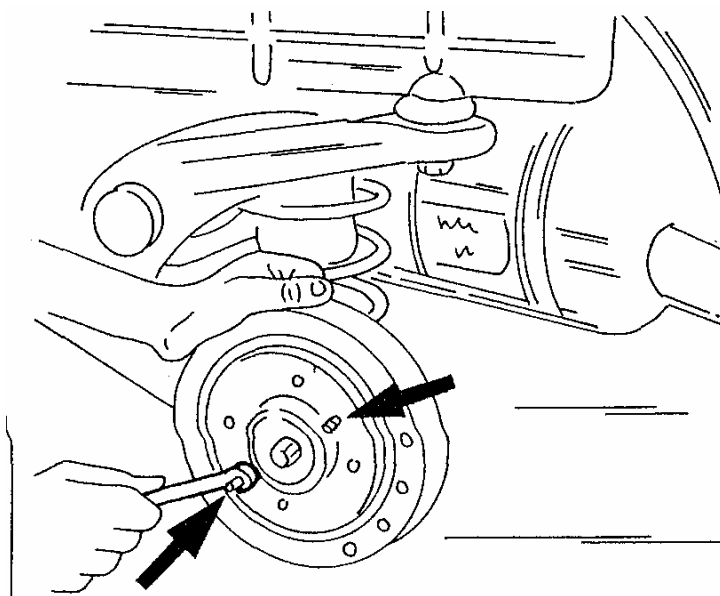

Bild 6
- Bei Trommelbremsen die Bremstrommel abschrauben. Diese ist mit den beiden in Bild 6 gezeigten Führungsbolzen mit Sechskant gehalten. Bei Trommelbremsen die Bremsscheibe in ähnlicher Weise abmontieren.